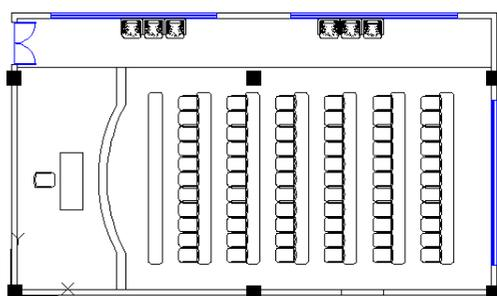

图 17.12.43 插入其余沙发
Step13. 参照 Step12, 插入其余沙发, 完成后如图 17.12.43 所示。